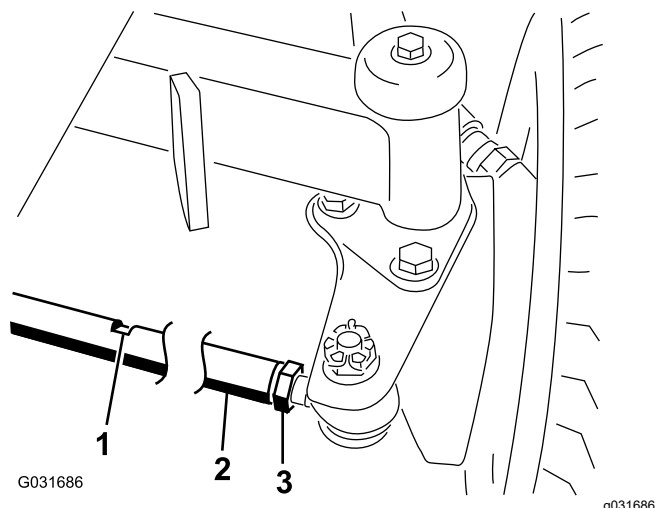

図 83
2. 各タイロッド図 83の端についているジャムナットをゆるめる。